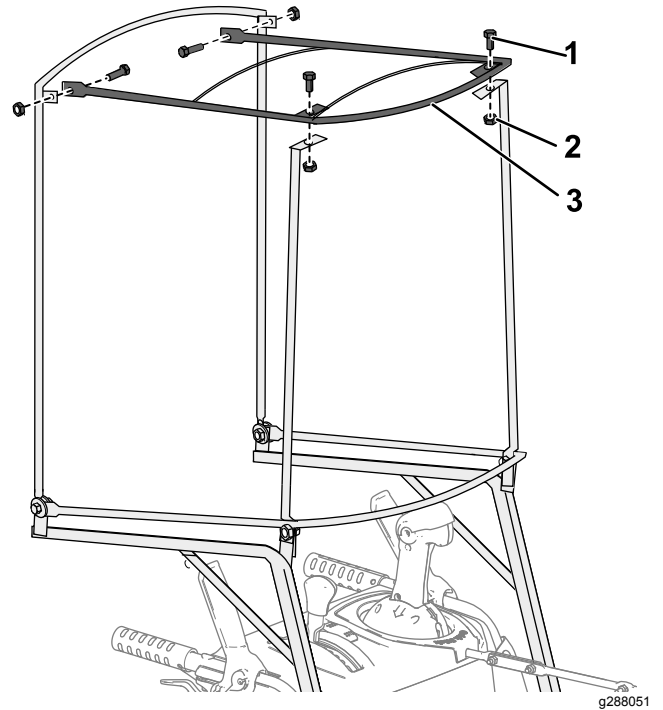

Figura 4
5. Instale el bastidor superior en los montantes delanteros y en el bastidor trasero, como se muestra en la Figura 4.